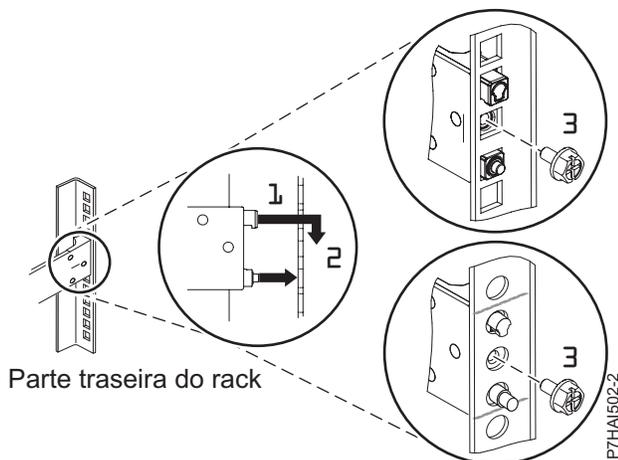

Figura 3. Alinhando e Encaixando os Pinos nos Orifícios na Parte Traseira do Rack
- Alinhe os dois pinos localizados na parte traseira do trilho deslizante com os orifícios da parte superior e inferior dentro da unidade EIA selecionada que foram marcados anteriormente. Puxe o trilho deslizante em sua direção para inserir os dois pinos nos orifícios do rack (1) e abaixe o trilho deslizante para baixo (2) para encaixar o gancho no pino superior. Para obter detalhes, consulte Figura 3. Assegure-se de que os dois pinos apareçam através dos orifícios do rack antes de prosseguir para a próxima etapa.